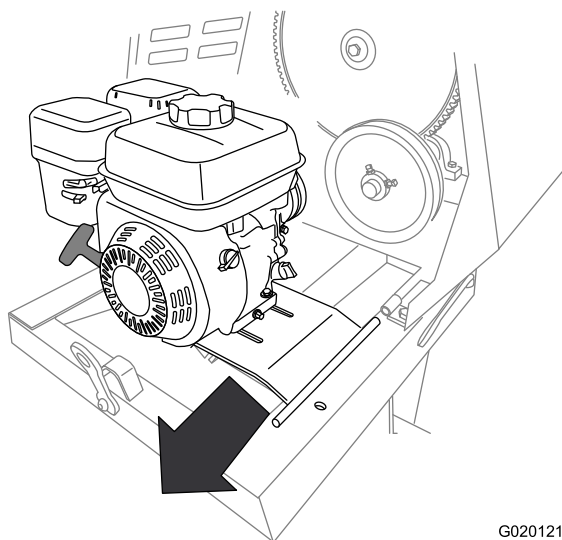

Figure 49
10. Poussez le plancher moteur en arrière et sortez-le du support de charnière avant (Figure 49).
11. Déposez le moteur et le plancher moteur de la machine (Figure 49).
2. Alignez le pivot du plancher moteur sur le support de charnière avant (Figure 49).
3. Poussez le plancher moteur en avant et le pivot dans le support de charnière avant (Figure 49).
4. Alignez le support de charnière arrière sur le pivot de la charnière du plancher moteur (Figure 49).